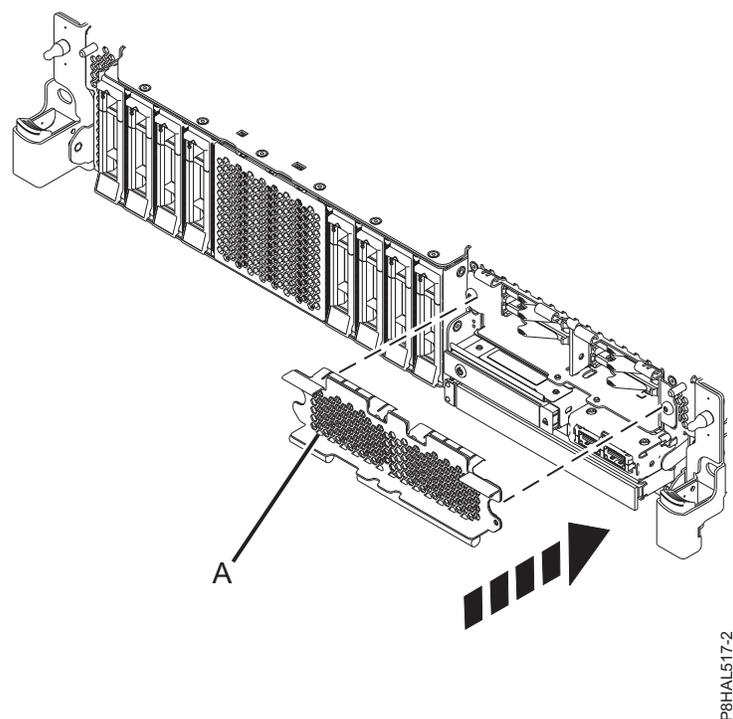

図 27. 拡張機能 システム内の SSD ケージのカバー
5. 該当する場合は、図 27 に示すように穴開きプレート (A) で SSD ケージを覆います。